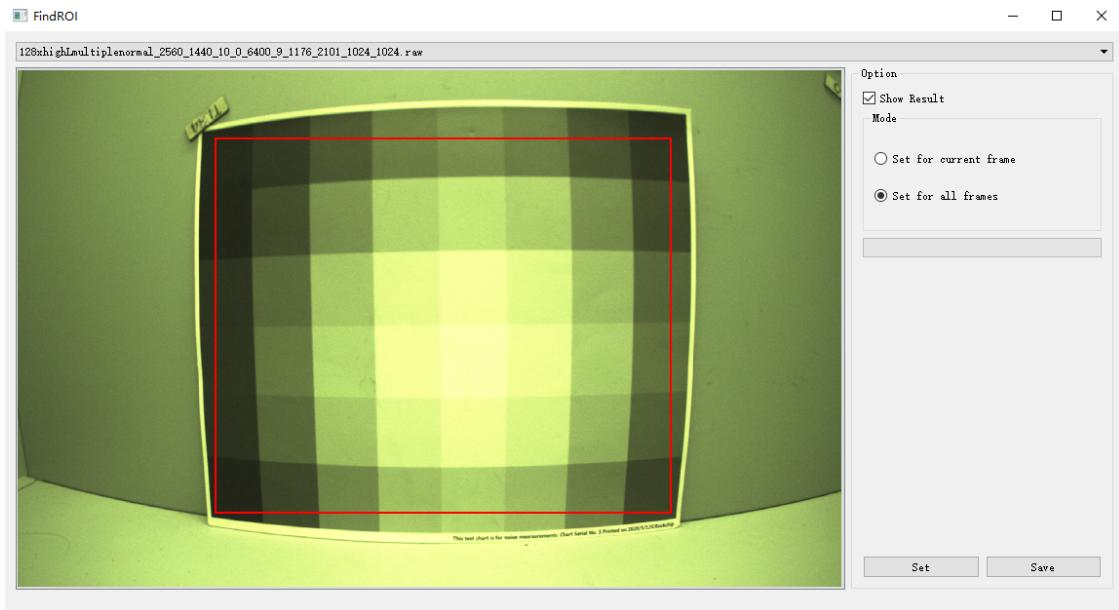

图4-6-2-1
3. 点击Find ROI框出渐变卡的位置，如图4-6-2-1所示，要保证矩形框要在色块内；